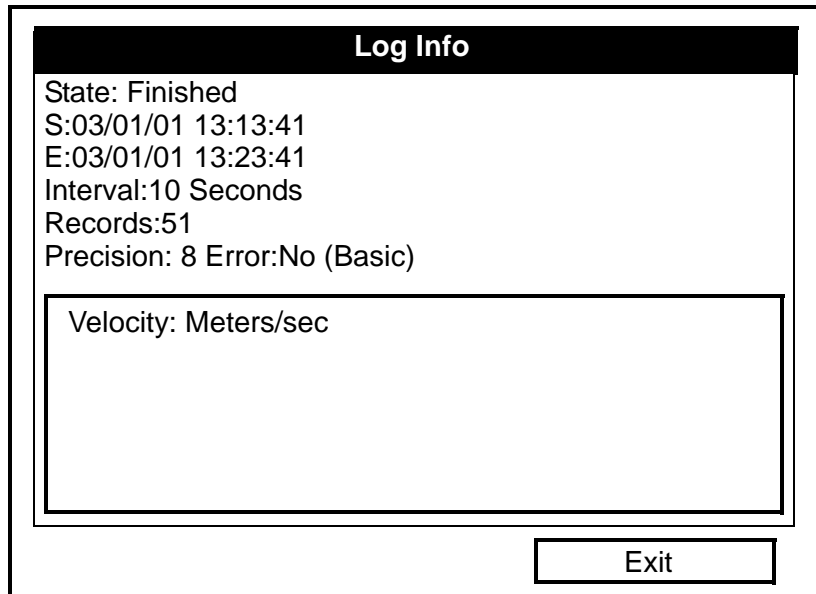

Figura 5-11: Ventana Log Info (Información de registro)
4. En el menú *View* (Vista), desplácese hasta la opción *Details* (Detalles) y pulse [ENTER]. Aparecerá una ventana como la de la figura 5-11.